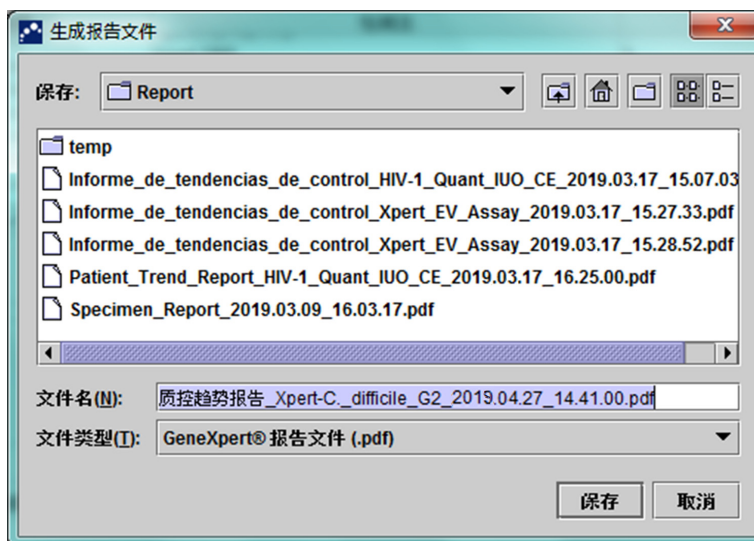

图 6-6. “生成报告文件”对话框
- **生成报告文件** — 创建 PDF 文件，并将其保存至指定的位置。单击“质控趋势报告”对话框中的**生成报告文件**按钮（参见图 6-2 了解定性检测法趋势；参见图 6-4 了解定量检测法趋势），创建 PDF 报告文件。此时会出现“生成报告文件”对话框（参见图 6-6），通过这个对话框可将文件保存到一个指定的位置。